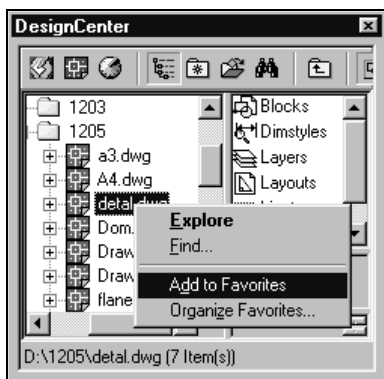

Рис. 7.17. Добавление ярлыка файла из зоны структуры в папку **Favorites**
2. В появившемся контекстном меню выбрать **Add to Favorites** (Добавить в "Избранное") (рис. 7.17).